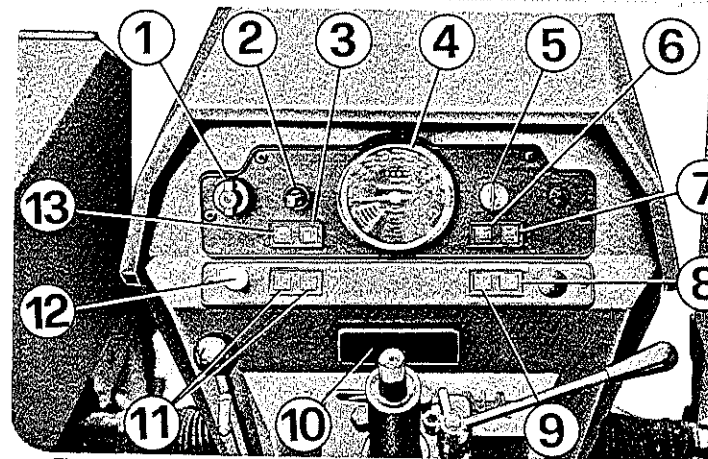

Fig. 3
- 2) Tirer à fond la poignée d'arrêt du moteur 12 (Fig. 3) vers le conducteur, comme montré à la Fig. 9.
- 2) Tirar a fondo el pomo de detención motor 12 (Fig. 3) hacia el conductor, como en la Fig. 9.
Cruscotto Fig. 3
Instrument panel Fig. 3
Tablero Fig. 3
Tableau de bord Fig. 3